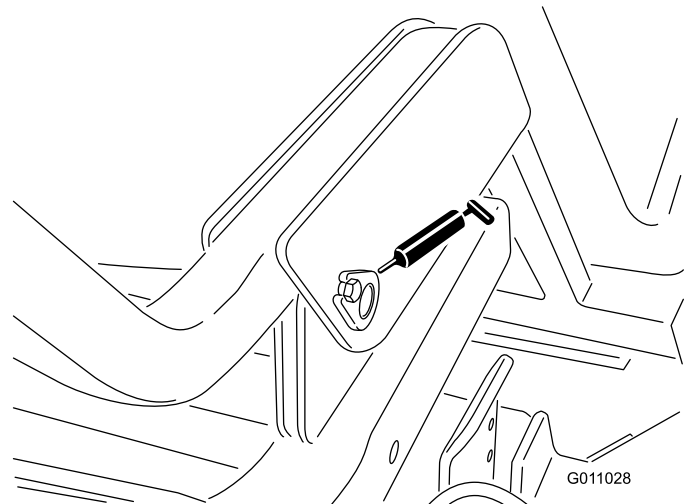

Figura 35
- Pivote de la tolva (inferior) (2) (Figura 35).